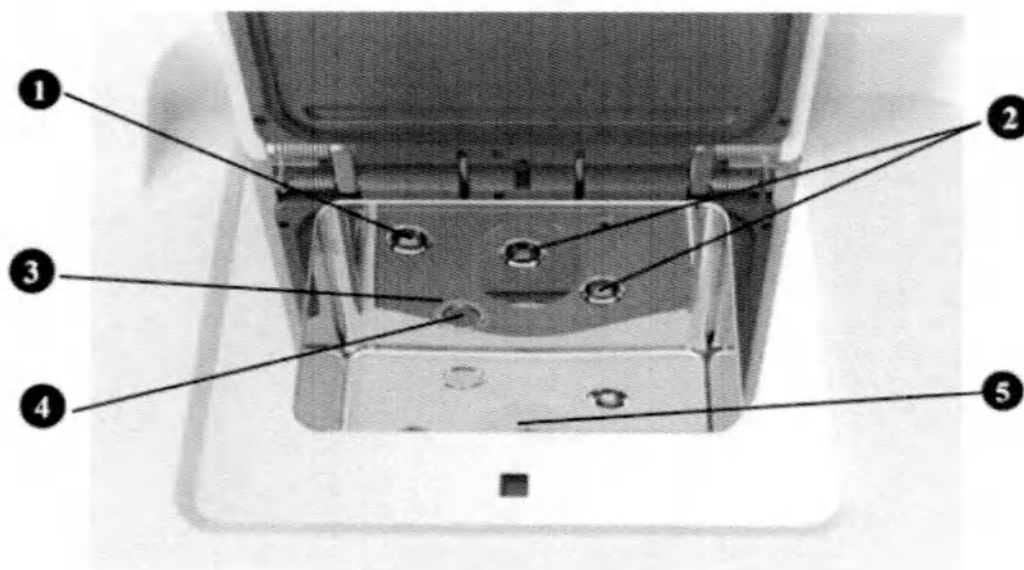

Рисунок 8. Реторта
- Реторта оснащена тремя ультразвуковыми датчиками уровня и одним датчиком определения концентрации: первый и второй датчики уровня (рис. 8–2) используются для определения высоты уровня жидкости в реторте во время проводки; третий датчик уровня жидкости (рис. 8–1) используется для контроля риска перелива. Когда датчик уровня жидкости 3 обнаруживает жидкость, система автоматически прекращает работу, чтобы предотвратить попадание жидкости в систему циркуляции воздуха, что может привести к ее неисправности. Датчик определения концентрации (рис. 8–3) используется для определения концентрации реагентов в процессе проводки. Поверхность датчика определения концентрации закрыта пыленепроницаемой сеткой (рис. 8–4), чтобы предотвратить непосредственный контакт с ним, что может привести к его поломке.